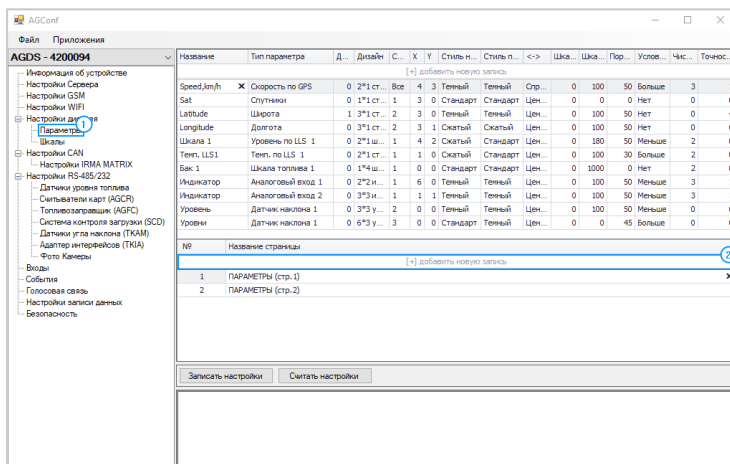

Рис.72. Добавление новой страницы.
- перейдите в раздел «Настройки дисплея», «Параметры» (Рис.72, п.1);
- на панели «Страницы» установите курсор мыши на верхнюю строку и введите заголовок страницы, который будет отображаться на экране устройства при переходе на эту страницу (Рис.72, п.2);